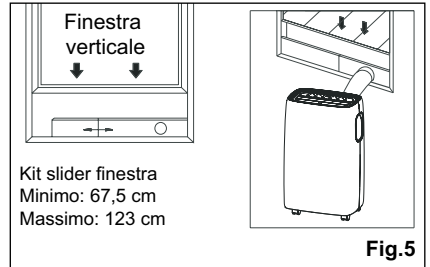

Fig.5
4. Attaccare il connettore A al kit slider della finestra e sigillare. (Fig.5 e 6)